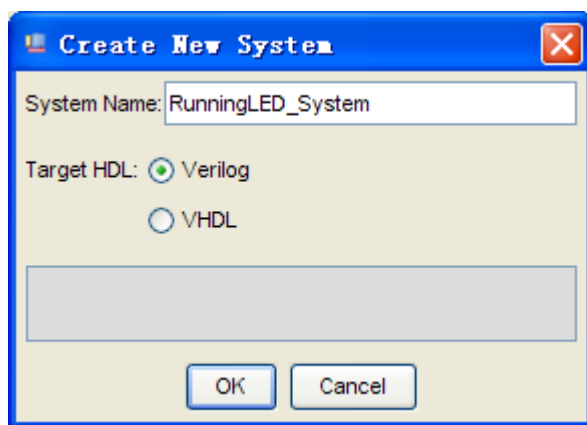

图 7-1 添加系统名称并指定语言
3. 点击 Quartus II 软件右上方图标打开 SOPC Builder，创建一个 SOPC 系统。填写系统名称为 RinningLED_System，并指定 Verilog 为描述系统的语言，如图 7-1。